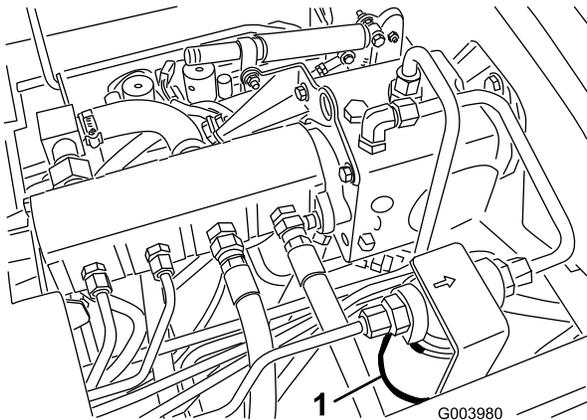
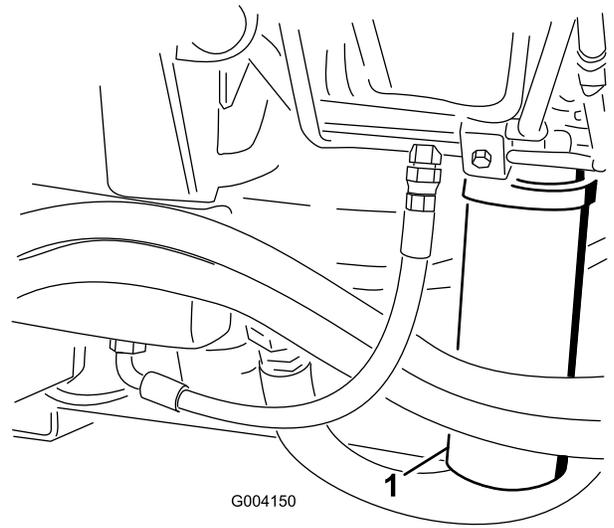

图74
图75
2. 清洁过滤器安装区域的周围，并在过滤器下面放置一个放油盘（图74）和（图75）。